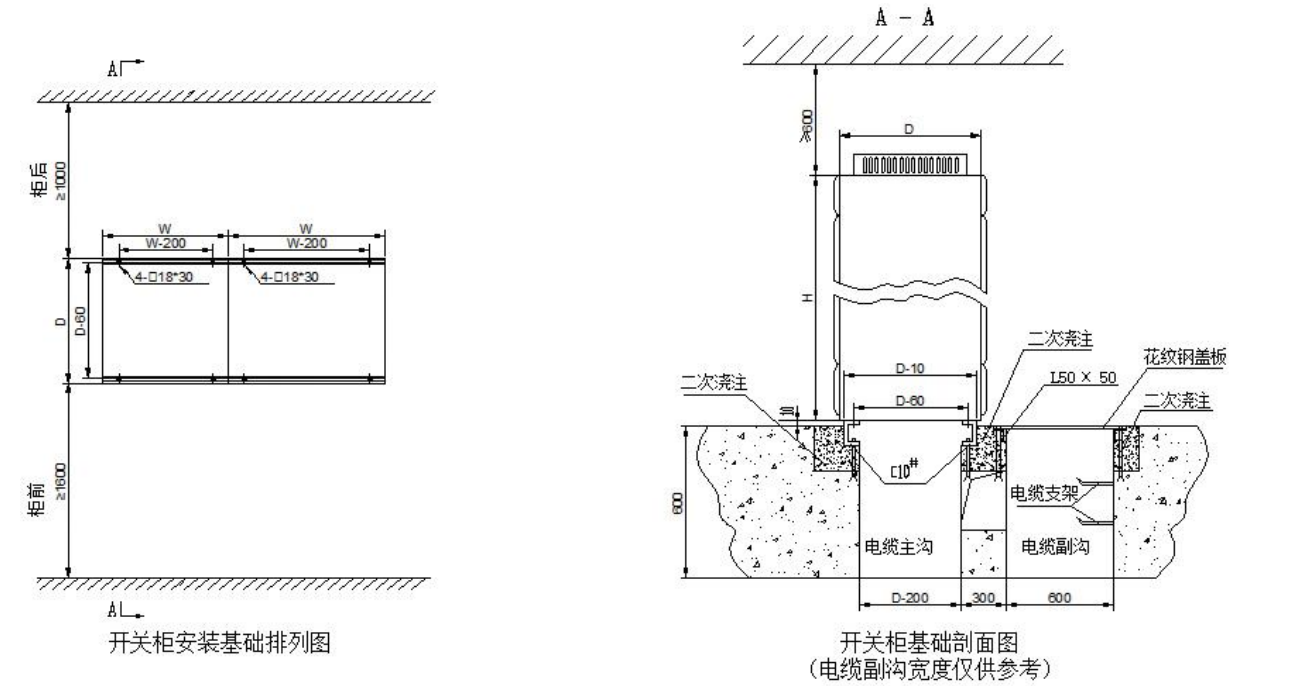

图 4-1
- 如果是前接线，则柜后不需要留有距离。相反，如果是后接线，则至少留有 800mm 的空间以便开门和现场人员操作。（见图 4-1 W：柜宽 D：柜深 以下单位均为 mm）
- 在 NEA 上方至少留有 600mm 的空间。（见图 4-1）